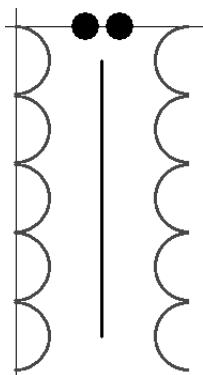

图 11-53 添加铁心和同名端的变压器
3) 选择菜单命令“放置”→“线”，或者单击绘图工具中的绘制直线按钮 ，在变压器的初级和次级线圈中间绘制两条直线表示铁心。然后，选择菜单命令“放置”→“椭圆”，或者单击绘图工具中的绘制椭圆按钮 ，在两条直线的上方绘制两个实心圆表示同名端，如图 11-53 所示。